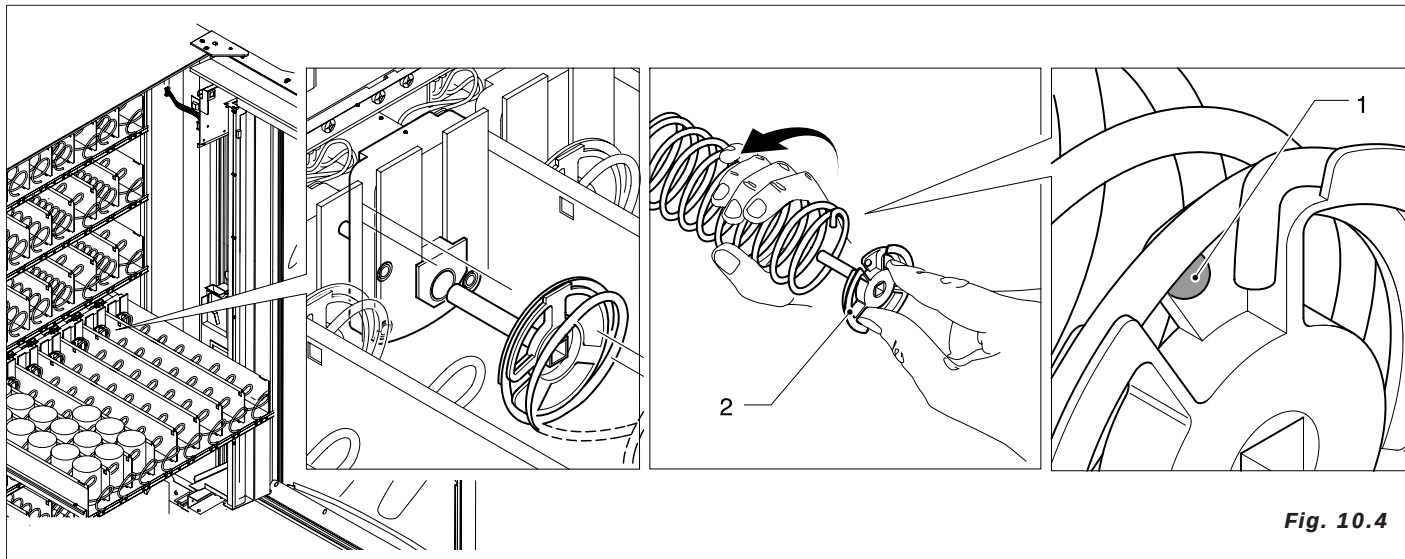

Fig. 10.4
- girar el espiral en sentido horario hasta desbloquearlo sobre la leva de arrastre (véase Fig.10.4).
- enganchar el espiral detrás de la muesca en la leva (Fig.10.4-pos.1).
- introducir el espiral en la ranura en la leva (Fig.10.4-pos.2).